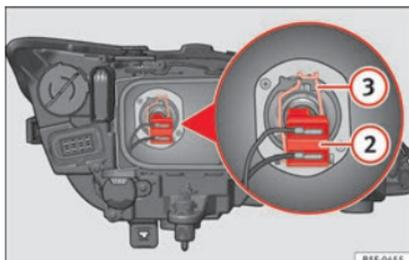

Abb. 104 Abblendlicht
- Ziehen Sie den Stecker » Abb. 104 ② von der Lampe ab.
- Nehmen Sie die Haltefeder » Abb. 104 ③ durch Eindrücken und Rechtsdrehung ab.